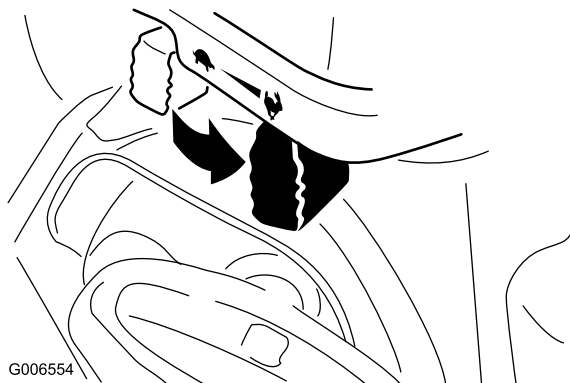

Figure 25
6. Placez la commande d'accélérateur en position haut régime (Figure 25).